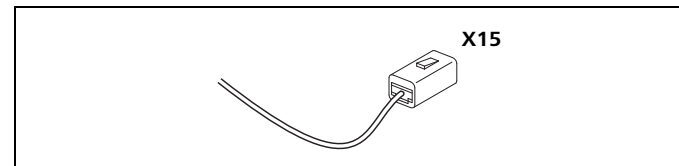

bild 49 Kontakt CO₂-avstämning
- Använd dessutom kontakten X15 vid CO₂-balansering (endast för Webasto serviceverkstäder). Se bild 49.